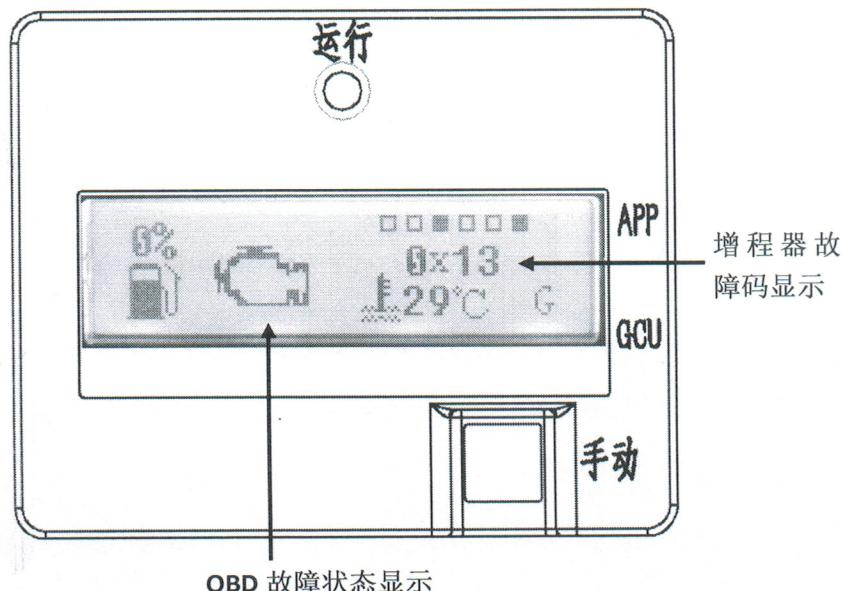

图 13 PDA 故障显示
- ◆ 当增程器系统出现故障时，液晶界面会直接显示故障代码信息，如图 13。